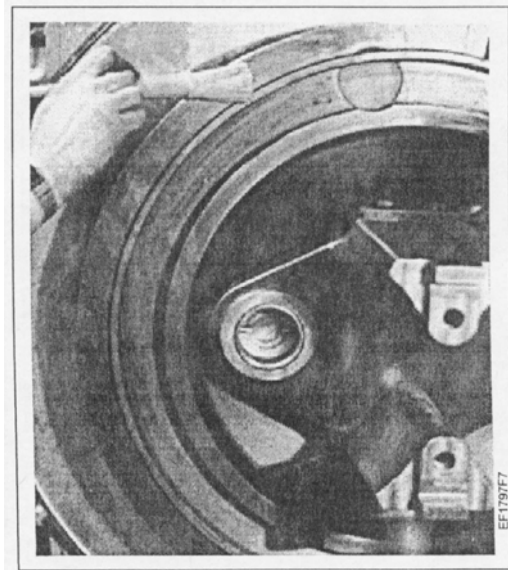

图 5.7
5. 在传动轮前端的表面和与环模夹具接触的后边缘，涂层高温防粘油脂，例如那些含二硫化钼的物质。油脂将使环模和环模夹具密封更好，并在繁重的任务下减少磨损和腐蚀。(见图5-7.)